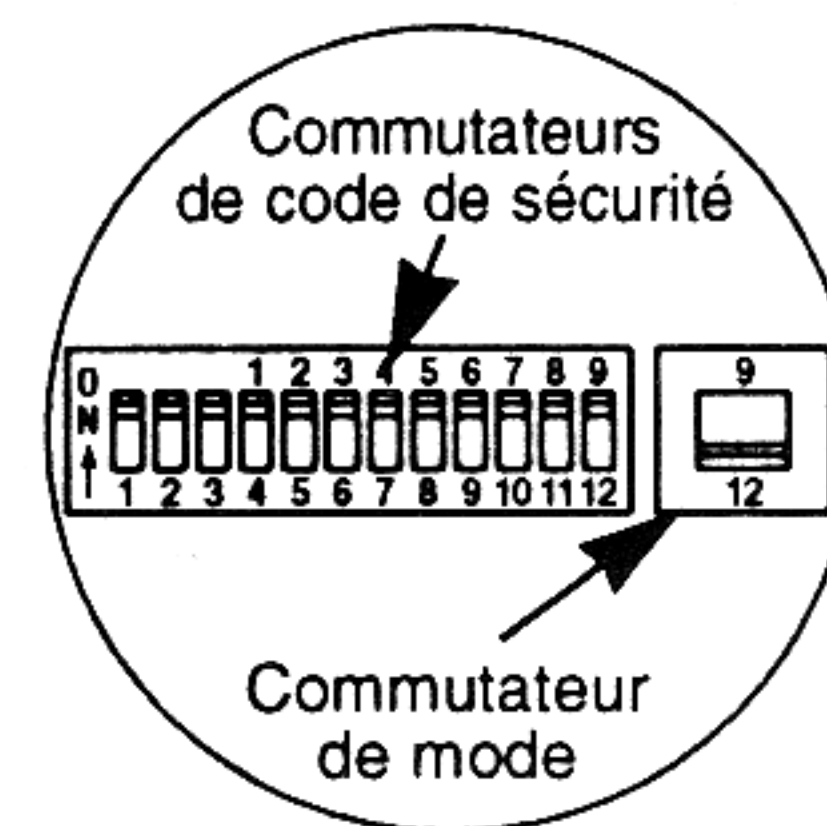

Fig. 2
2. Placer le commutateur de mode sur 9 ou 12, en fonction du nombre de commutateurs de code de sécurité de votre télécommande à bouton unique ou du récepteur de l'ouvre-porte (Fig. 2).